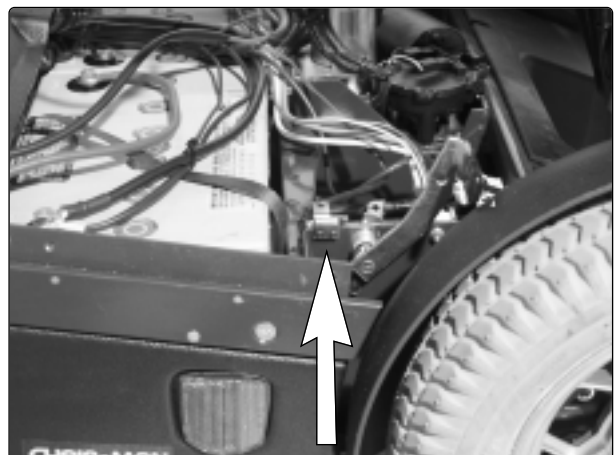

Abb. 51. Bremsentriegelungsgeber
3. Bauen Sie den Bremsentriegelungsgeber aus, indem Sie die beiden Schrauben lösen, siehe Abb. 51.